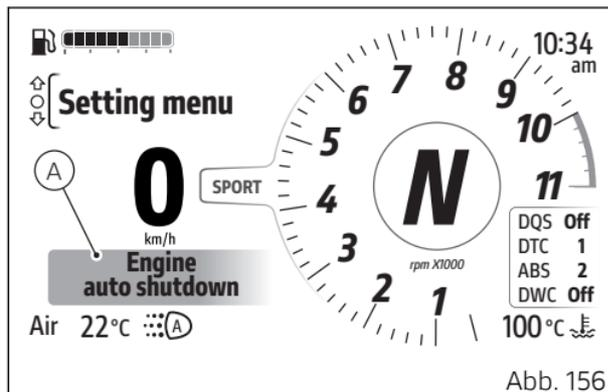

Abb. 156
- „Engine auto shutdown“ (A, Abb. 156)